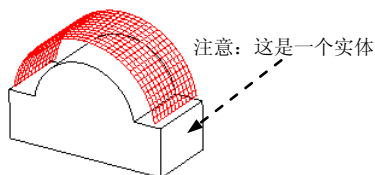
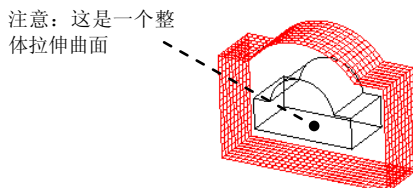

图 6.2.38 实体表面偏移
图 6.2.39 曲面面组偏移
标准偏移是从一个实体的表面创建偏移的曲面（图 6.2.38），或者从一个曲面创建偏移的曲面（图 6.2.39）。操作步骤如下。
Step2. 选取要偏移的对象。选取图 6.2.38 所示的实体的圆弧面作为要偏移的曲面。